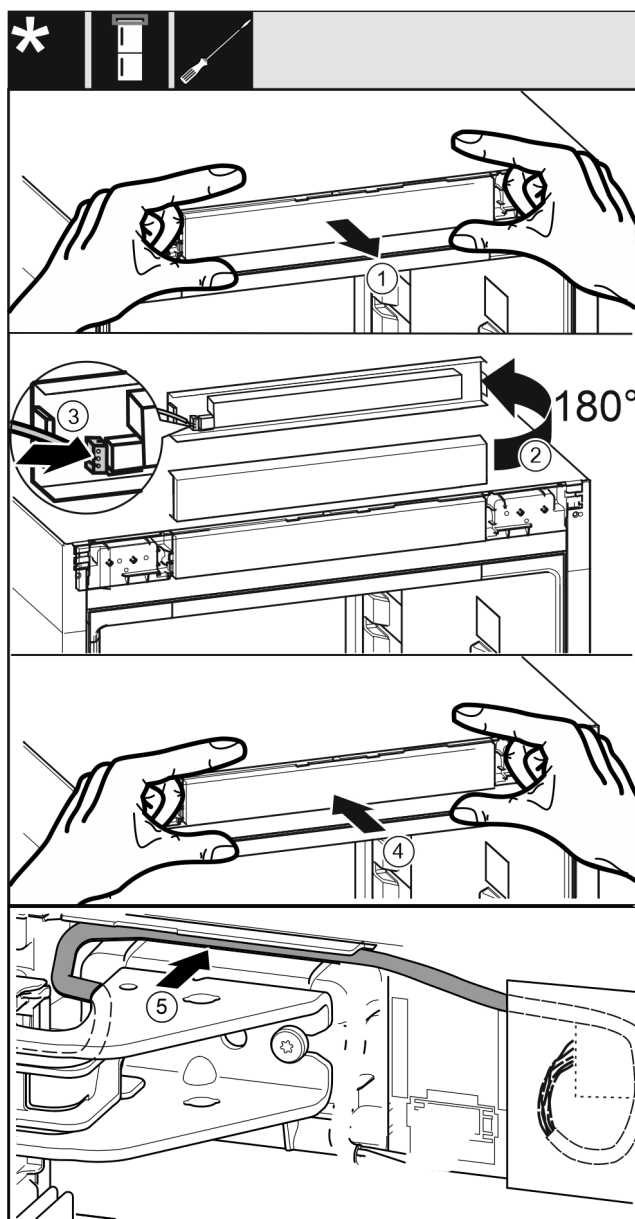

Fig. 43
- Opatrně vyjměte panel. Fig. 43 (1)
- Panel otočte nahoru o 180°. Fig. 43 (2)
- Zástrčka zacvakne do panelu. Fig. 43 (3)
- Nasadíte panel zpět na přístroj. Fig. 43 (4)
- Šedý kabel opatrně položte do vedení nad horním stojanem ložiska. Fig. 43 (5)